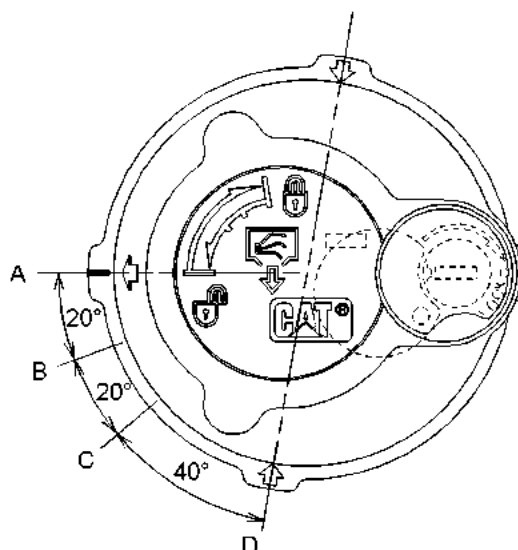

Ilustración 345
- 7.** Suelte la presión que puede haber en el circuito hidráulico de retorno con el siguiente procedimiento. Consulte la Ilustración 345 para ver las posiciones de la tapa del tubo de llenado.
- a. Gire la tapa del tubo de llenado hacia la izquierda y mueva la flecha de la posición (A) a la posición (B).
- b. Suelte la presión durante un mínimo de 45 segundos moviendo la flecha de la posición (B) a la posición (C).
- c. Oprima la tapa del tubo de llenado hacia abajo y mueva la flecha de la posición (C) a la posición (D).